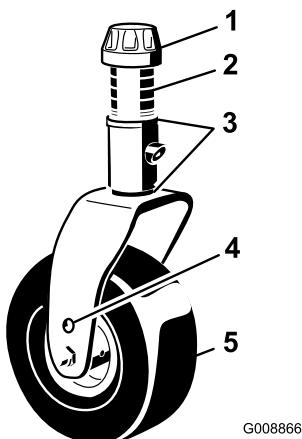

Рисунок 80
- Снимите колпачковую гайку с вала шпинделя и извлеките шпиндель из рычага поворотного колеса (Рисунок 80).